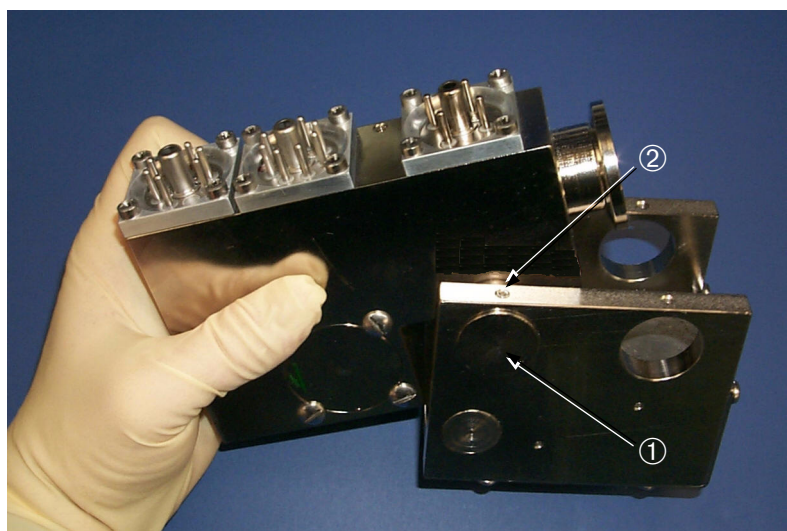

图 4-8 调节磁体固定螺丝
如果磁体不容易滑下，可能需要旋松组件两侧的固定螺丝 ② 以松开调节磁体 ①（图 4-8）。请勿完全卸下固定螺丝和调节磁体。